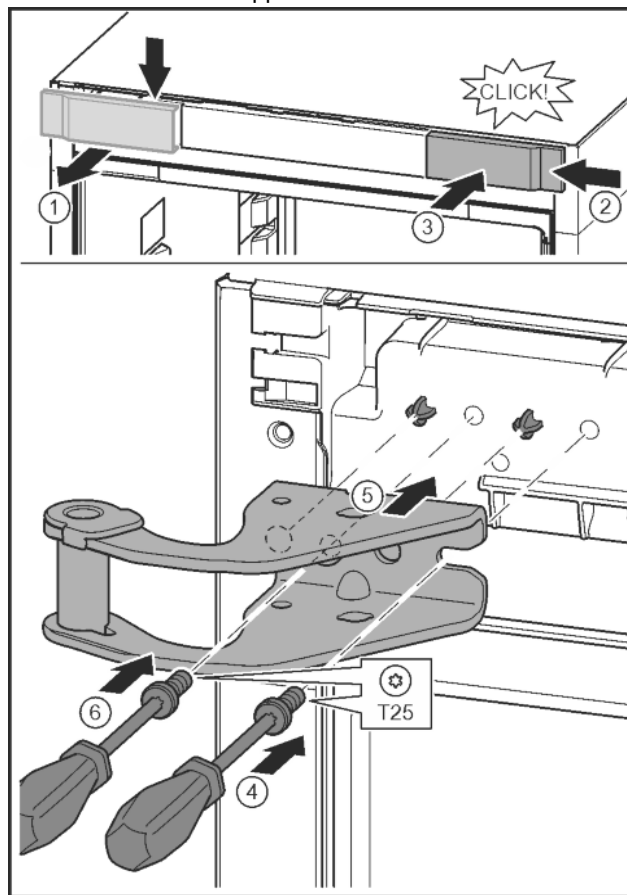

Fig. 13
- ▶ Staccare la copertura e rimuovere lateralmente. *Fig. 13 (1)*
- ▶ Agganciare la copertura ruotata di 180° sull'altro lato da destra. *Fig. 13 (2)*
- ▶ Inserire a scatto la copertura. *Fig. 13 (3)*
- ▶ Applicare la vite con il cacciavite T25. *Fig. 13 (4)*
- ▶ Applicare il blocco di supporto superiore. *Fig. 13 (5)*
- ▶ Serrare la vite. *Fig. 13 (4)*
- ▶ Applicare la vite con il cacciavite T25 e serrare. *Fig. 13 (6)*